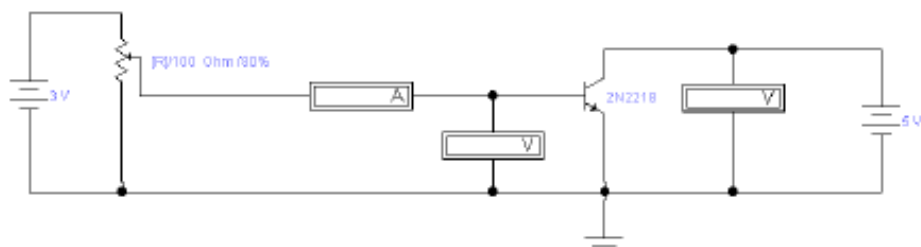

Рисунок 12 - Схема для снятия входных вольтамперных характеристик биполярного транзистора
4.1.3. Соберите схему для снятия входных вольтамперных характеристик биполярного транзистора (Рисунок 12, а).